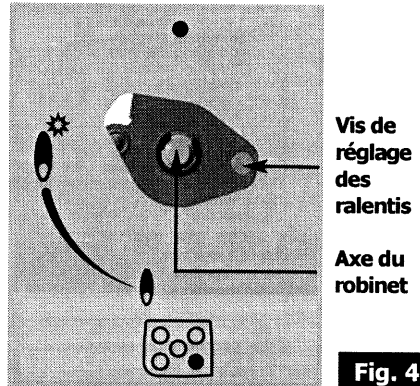
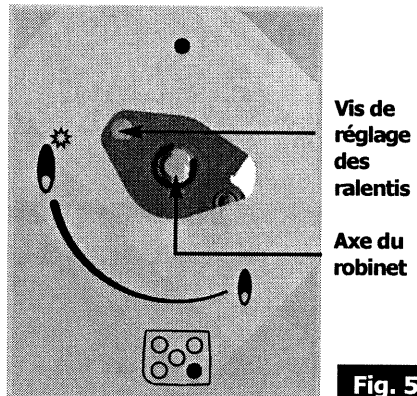

Fig. 4
Fig. 5
- A l'aide d'un petit tournevis plat, **vissez à fond** la vis de réglage des ralenti en laiton (jaune) (**fig. 4**) ou (**fig. 5**) selon modèle, **dans le sens des aiguilles d'une montre**.
Dévissez la vis de réglage des ralenti en laiton (jaune), (**fig. 4**) ou (**fig. 5**) selon modèle, à l'aide d'un petit tournevis plat, de **2 tours dans le sens inverse des aiguilles d'une montre**.